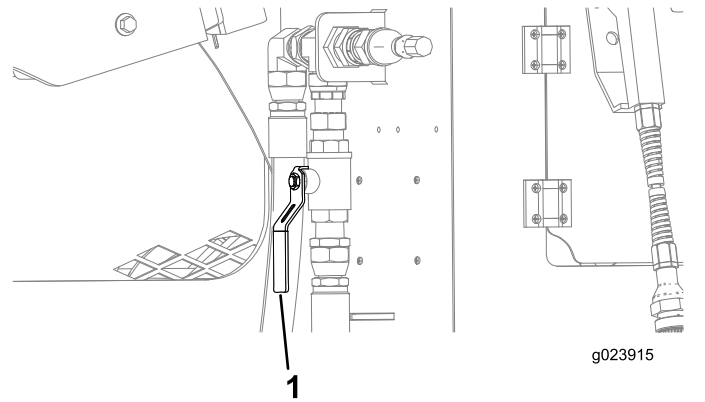

Figura 131
- B. Abra la válvula situada cerca del compartimiento trasero (**Figura 131**).